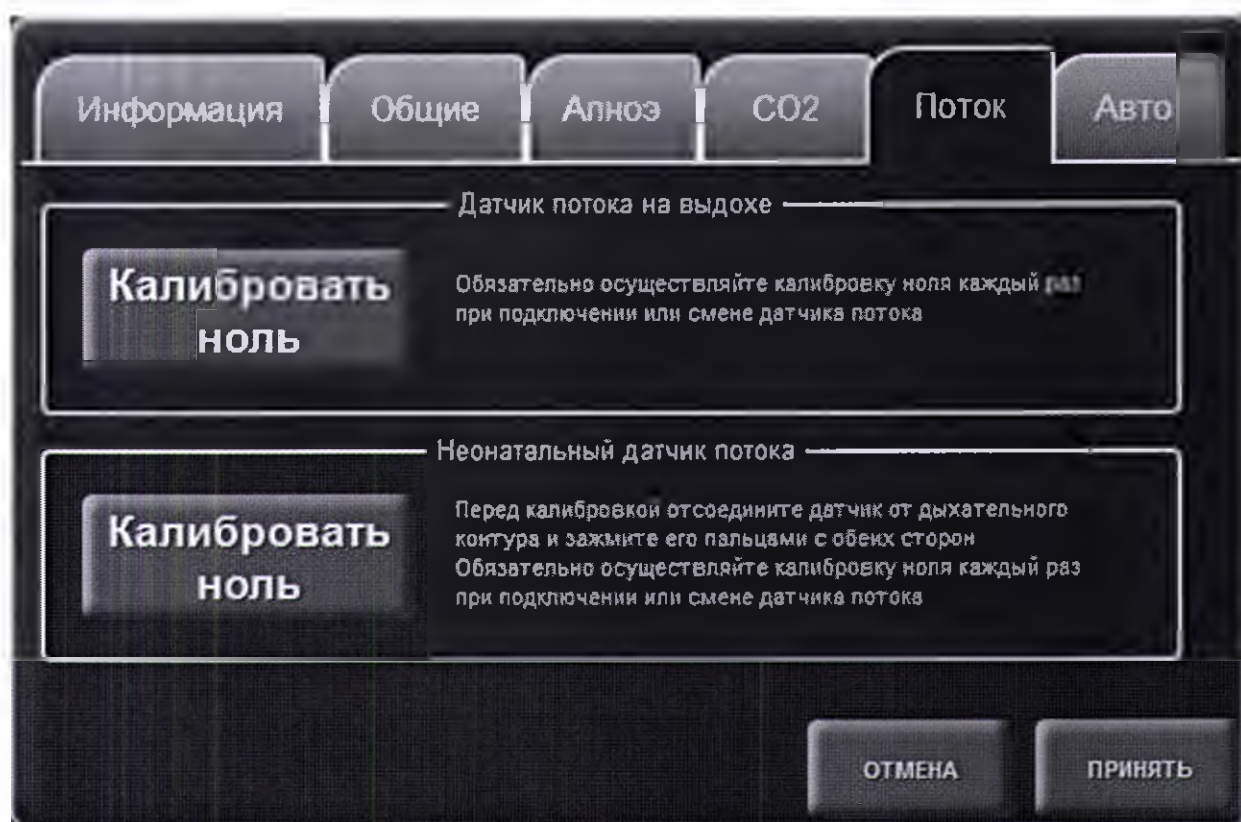

Рис. 11-1 Калибровка неонатального датчика потока.
- Перейдите на вкладку «Поток» (рис. 11-1).